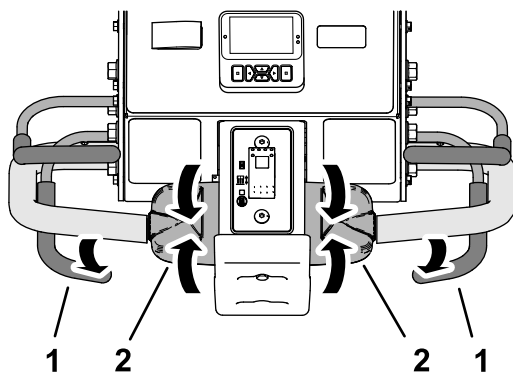

Figura 89
1. Si ha bajado el cabezal de perforación, suelte la barra de aireación (Figura 89).